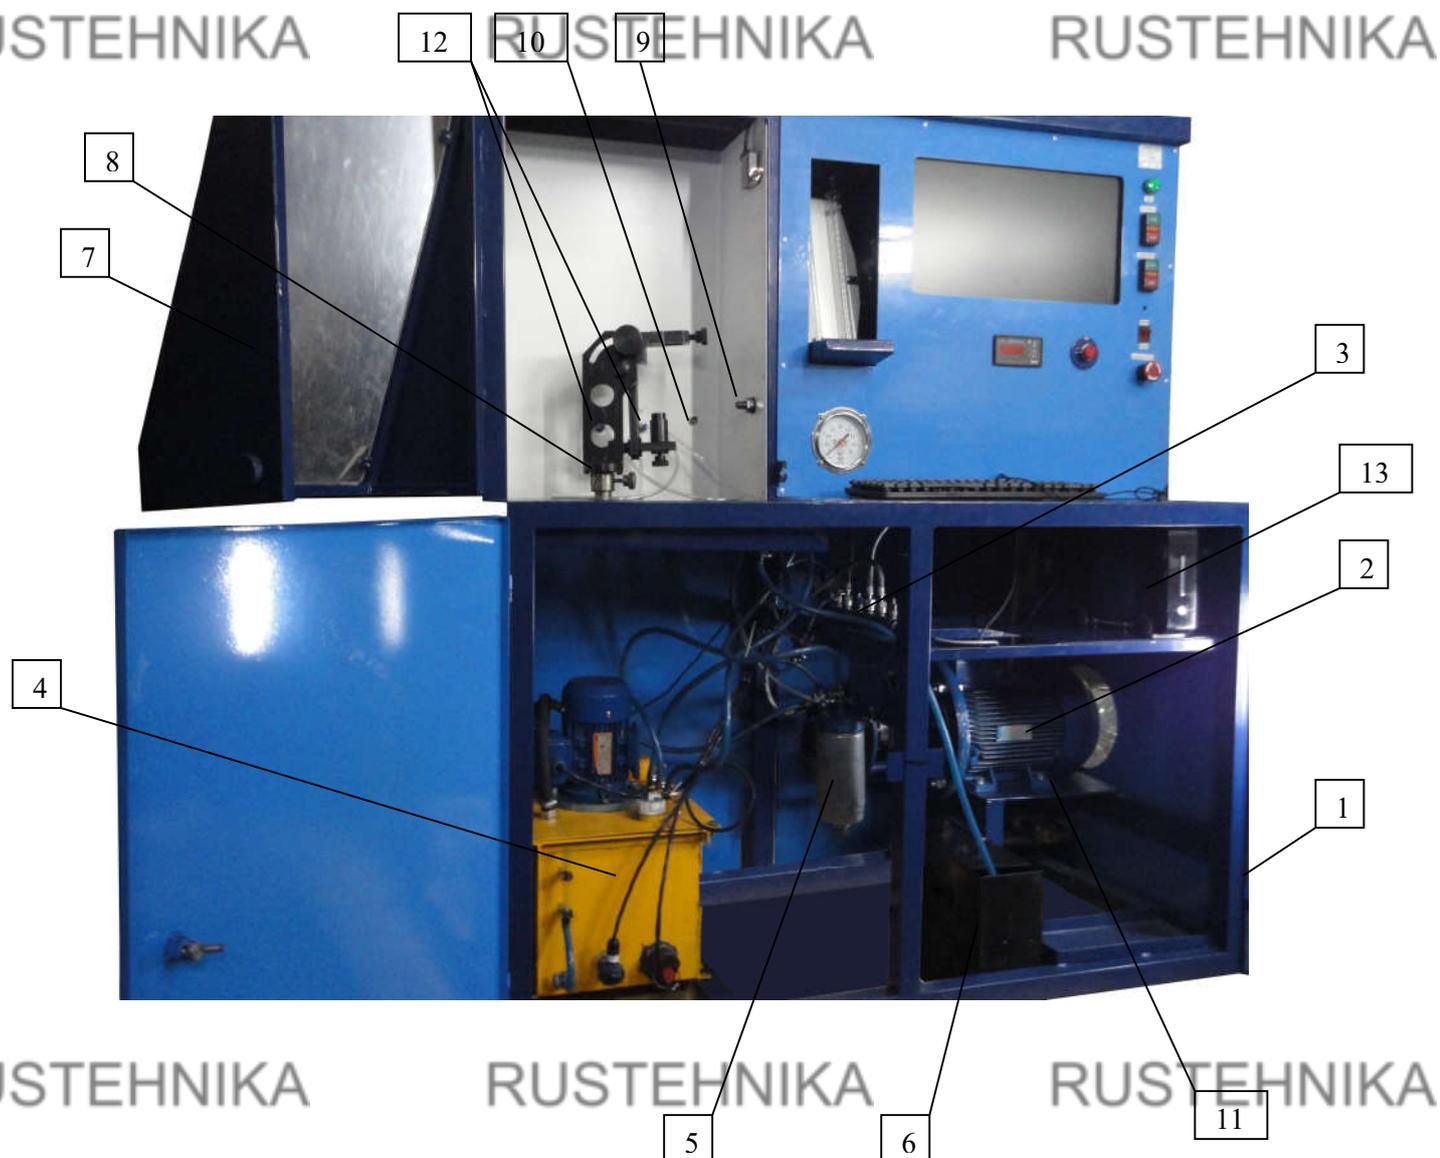

Рис.1 Общий вид стенда М-108
Система термостабилизации топлива включает в себя: топливный бак 4 (рис.1) с размещенными в нем радиатором охлаждения; нагревателем; датчиком температуры; трубопроводы охлаждения с мембранным вентиляем с электромагнитным приводом.
1). Установите на выходной штуцер9(рис.1) соответствующую трубку высокого давления(в зависимости от диаметра резьбы инжектора).
3). Установите форсунку в стойку8(рис.1) и закрепите в хомуте, оставив возможность свободно вращаться
7). Подсоединить соответствующий кабель к инжектору и к разъему10 (рис.1).